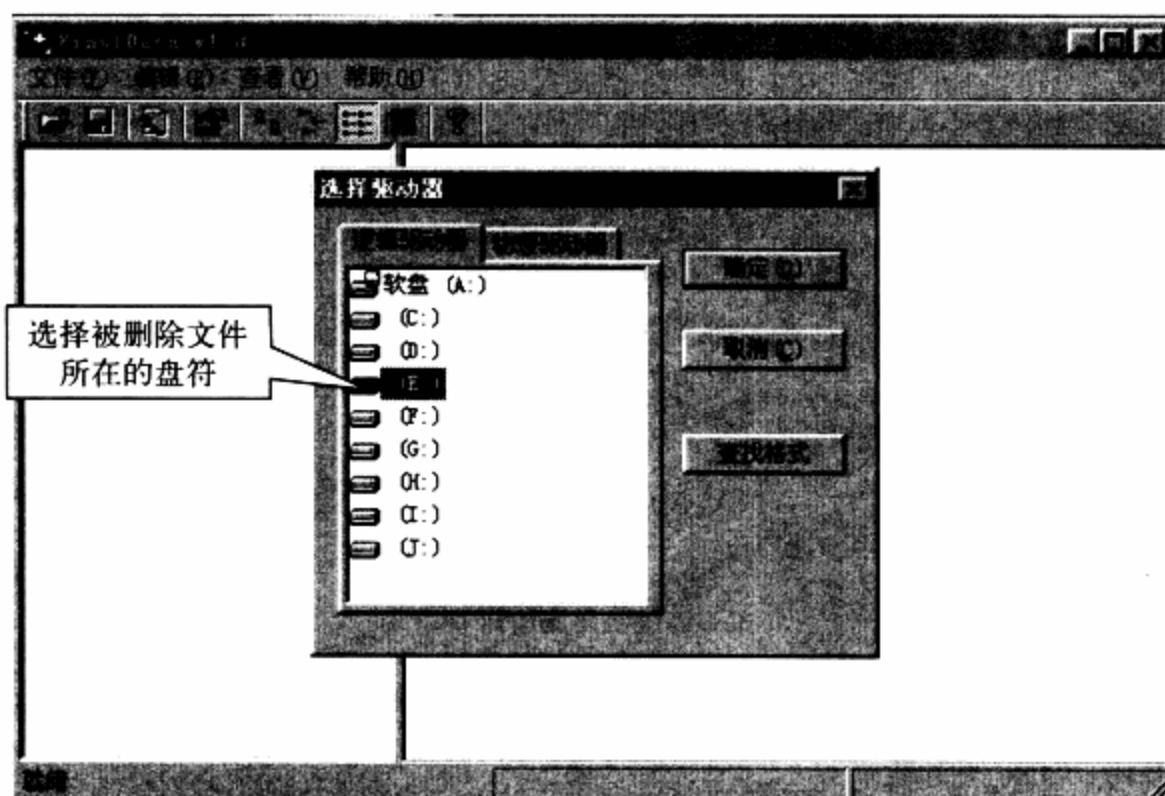

图13-43 单击“打开”按钮后，选择被删除文件所在盘符
**步骤 01** 运行FinalData工具软件，选择“文件”→“打开”命令（或单击“打开”按钮），然后选择删除掉的文件所在的盘符。如图13-43所示。